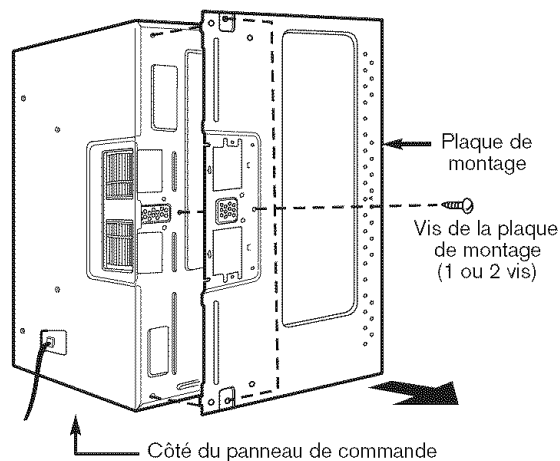

Figure 11
3. Retirer les vis (1 ou 2) de la plaque de montage tel qu'illustré et les jeter. (Voir la Figure 11.)